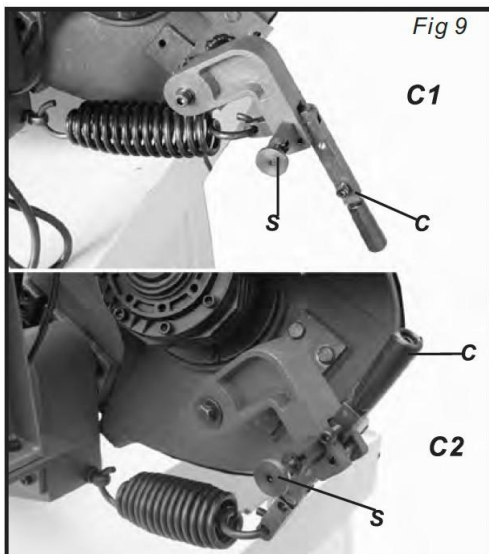

Fig 9
- Mueva el mango a la posición automática (C2, fig. 9). Levante la perilla de resorte (S) y asegure su pasador en su ranura.
- Levante la perilla de resorte (S, fig. 9) para liberar el pasador de su ranura. Esto liberará el mango de la horquilla (C). Mueva el mango a la posición manual (C1, fig. 9). Levante la perilla de resorte (S) y asegure su pasador en su ranura.